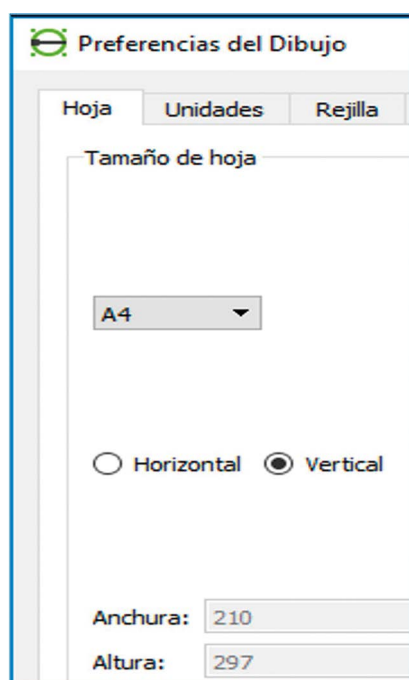

Fig. 9.17 Establecer el formato de la hoja
- a) En la primera pestaña, 'Hoja', selecciona el formato A4 vertical (fig. 9.17).